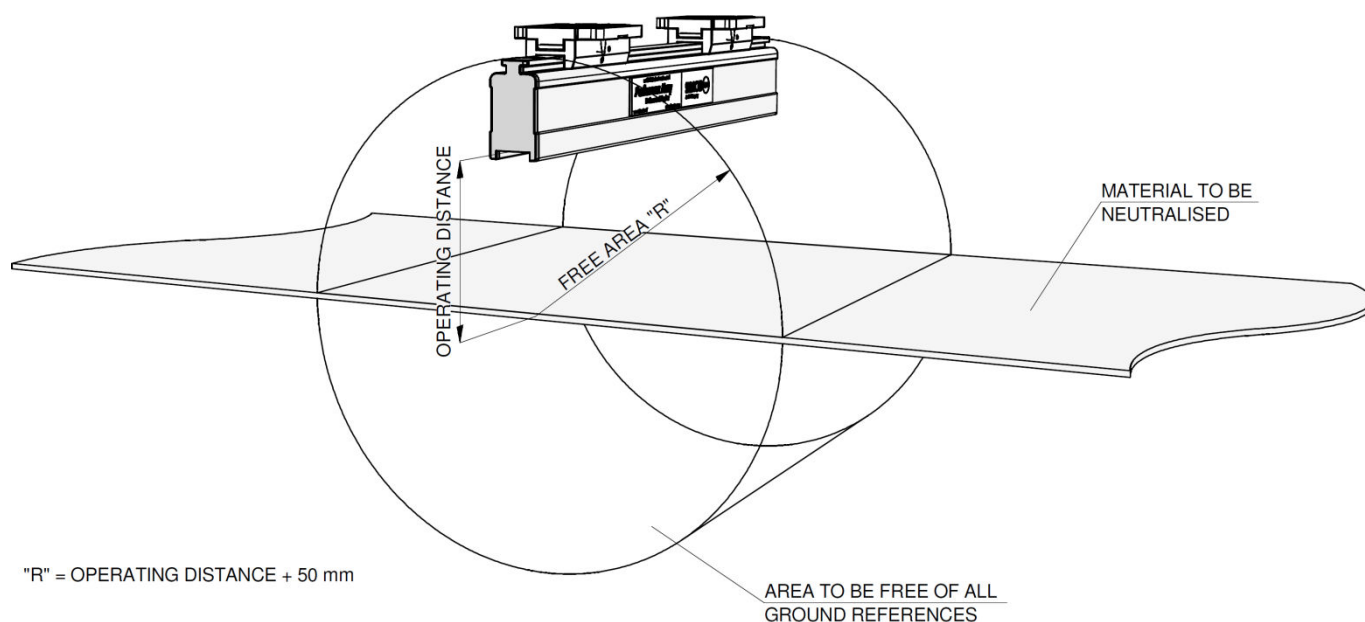

Figure 3 : Position optimale de l'EasION IQ 4.0
- **Pour un résultat optimal, la barre antistatique doit être montée conformément à la Figure 3.**